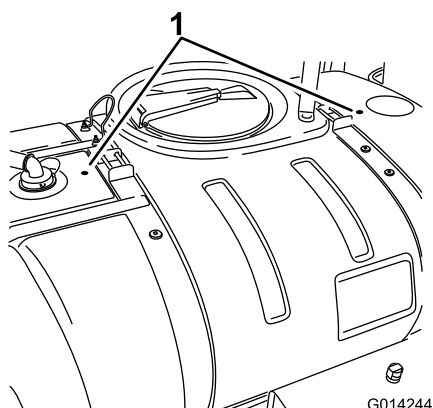

Figura 11
2. Localice las dos marcas de perforación en el depósito principal (Figura 11).